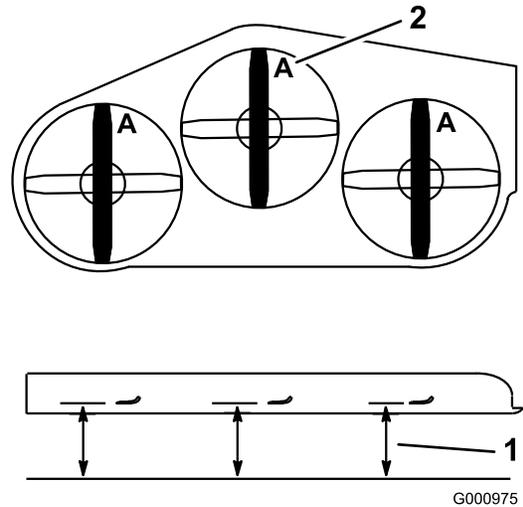
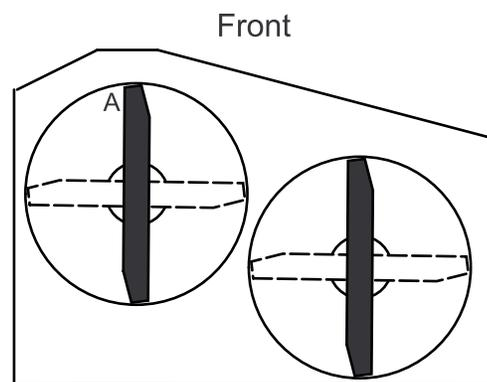

Figura 70
Figura 71
3. Con la máquina ubicada en una superficie nivelada, coloque una cuchilla en posición longitudinal. Mida en la posición A desde una superficie nivelada hasta el filo de corte de los extremos de la cuchilla (Figura 70). Para carcasas de corte de 36 pulgadas, consulte la Figura 71.